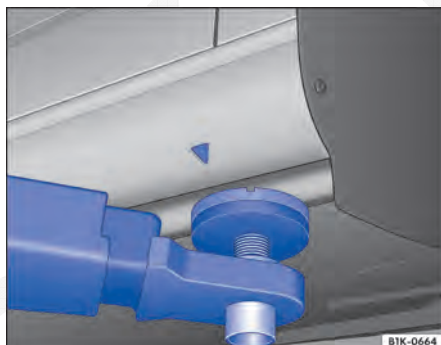
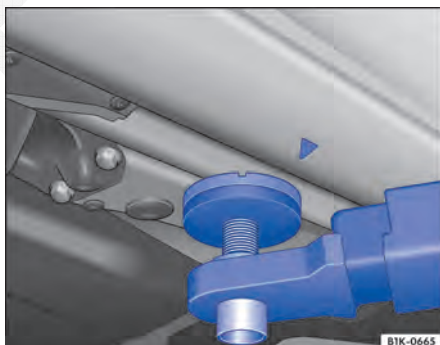

Fig. 203 Ponto de apoio dianteiro para a suspensão com plataforma elevatória ou com macaco.
Fig. 204 Ponto de apoio traseiro para suspensão com plataforma elevatória ou com macaco.
O veículo deve ser suspenso somente pelos pontos indicados nas figuras ⇒ **Fig. 203** e ⇒ **Fig. 204**. Se o veículo não for suspenso pelos pontos indicados, podem ocorrer danos no veículo ⇒  e ferimentos graves ⇒ .
- Suspender o veículo somente pelos pontos indicados nas figuras ⇒ Fig. 203 e ⇒ Fig. 204. Se o veículo não for suspenso pelos pontos indicados, o veículo poderá cair da plataforma elevatória quando, por exemplo, o motor ou a suspensão for desmontado.